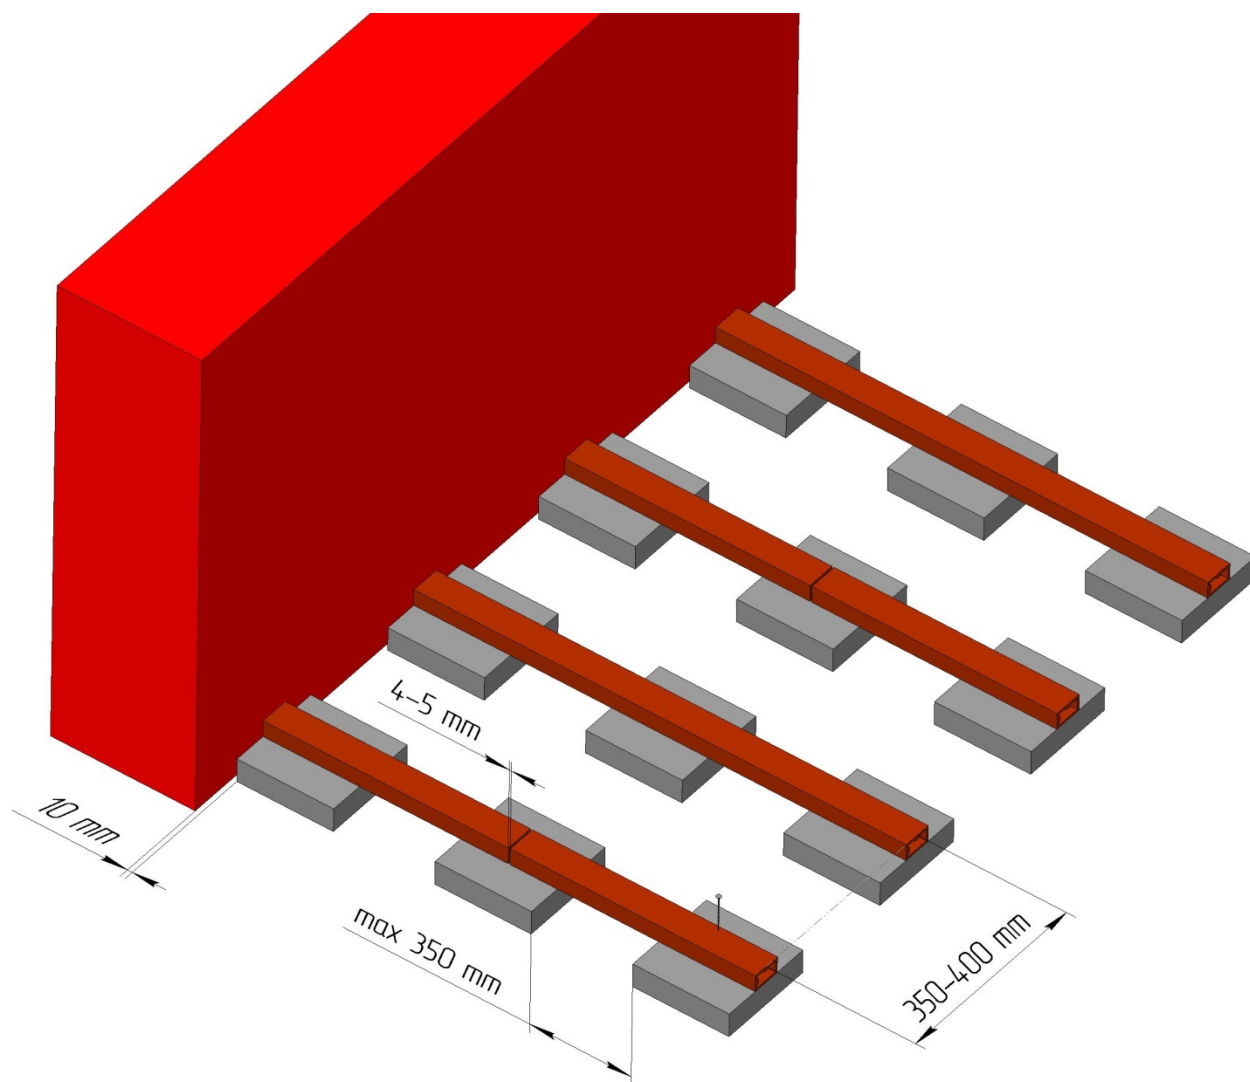

Рис. 1.
4.4. Опорные лаги должны иметь точечную опору. Их непосредственная укладка на грунт, гравийную постель, бетонное основание и т.п. не рекомендуется. Следует обращать внимание на наличие необходимого уклона не менее $1-1.5^\circ$ в продольном направлении подлежащих укладке террасной доски. Рис.1